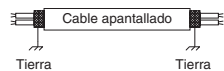

Fig. 4-4
(5) Emplee cables blindados para el cableado de control entre unidades (c) y ponga a tierra el blindado a ambos lados, porque si no lo hace así, podría producirse un funcionamiento erróneo debido al ruido. (Fig. 4-4) Conecte los cables tal y como se muestra en la sección 4-3. "Diagrama del sistema de cableado".